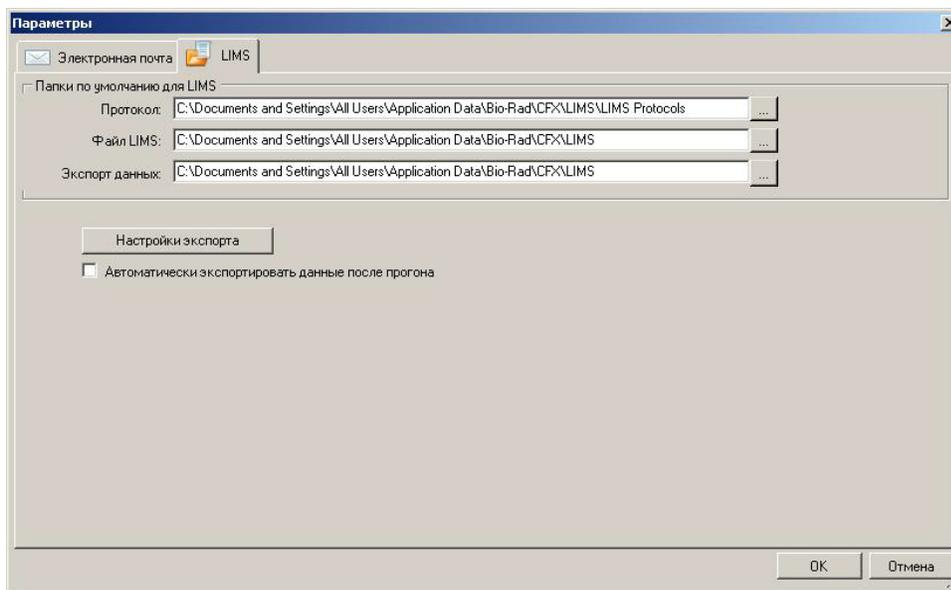

Рис. 101. Окно параметров, отображающее вкладку настроек LIMS.
1. Выберите **Сервис > Параметры** из основной строки меню программы, затем выберите вкладку **LIMS** (Рис. 101), чтобы определить местоположение папки, которая будет содержать протокол LIMS (\*.prcl), файл LIMS (\*.plrn) и экспортированные данные.
- По завершении прогона файл экспорта данных LIMS может быть создан автоматически в дополнение к файлу данных программы CFX Manager \*.pcrd. Установите флажок **Автоматически экспортировать данные после прогона** (Рис. 101), чтобы данные экспортировались автоматически после завершения прогона.
По завершении прогона файл данных программы CFX Manager (.pcrd) создается и сохраняется в установленное местоположение папки экспорта данных (Рис. 101).